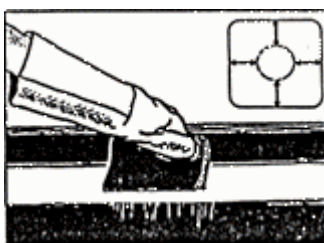

Рис.4
4.7. Срезать у заплата углы размером не менее 20x20 мм или закруглить их радиусом не менее 20 мм (см. рис.4). Отрезать несколько кусков заполнителя с учётом величины повреждённого участка.